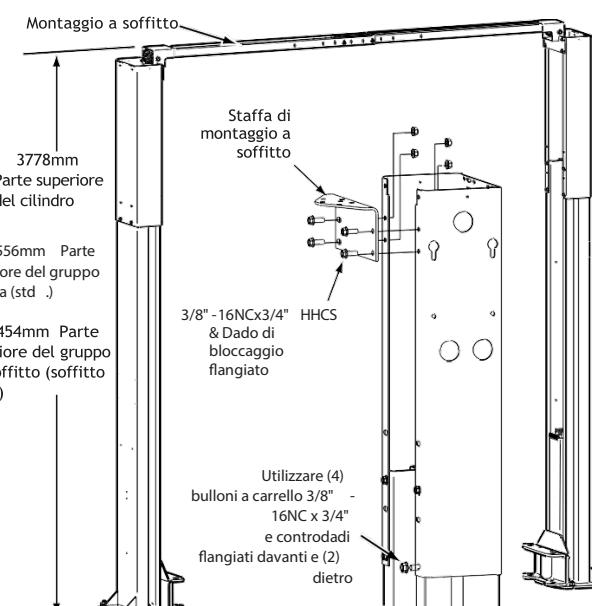

Fig. 2
Vedere la Fig. 2 per l'altezza complessiva di ciascun modello specifico di sollevatore. Aggiungere 25 mm all'altezza complessiva fino all'ostacolo più basso.
Prima di mettere in piedi le colonne, installare le estensioni delle colonne utilizzando (12) 3/8"-16NC x 3/4" HHCS e controdadi flangiati, Fig. 2 e Fig. 3.
Staffa di montaggio asuperiore: Installare le staffe di montaggio sulle estensioni della colonna, fig. 2.